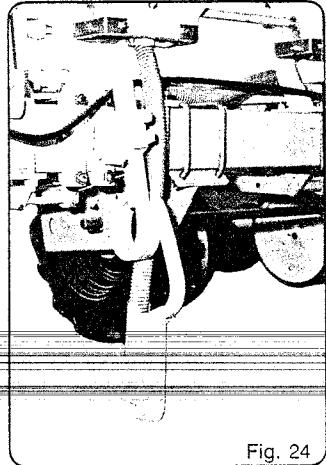
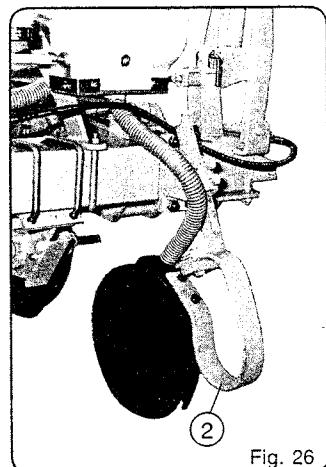

Fig. 24
Fig. 26
— L'engrais doit être déposé entre 6 et 10 cm, sur le côté du rang : il est donc possible (mais non impératif) de placer les supports bottes (fig. 24) ou disques (fig. 26) en contre-bride des éléments semeurs. Seuls les 2 rangs intérieurs ne peuvent pas toujours être montés de cette façon à cause des brides d'attelage. La moitié des sabots livrés étant déportés à droite et l'autre moitié à gauche, il est cependant possible de les positionner à un endroit convenable.
— Attention : avec la mise en terre par doubles disques (fig. 26) sur semoirs portés, les roues du tracteur utilisé doivent être parfaitement au centre des interrangs sinon les lames ressorts ② risquent de toucher aux pneus lors des relevages.
The fertilizer should be between 6 and 10 cm (2" and 4") on the side of the row. Counter clamp the hopper supports (fig. 24) or discs (fig. 26) to the planter metering units. The two inner rows can not always be mounted in this manner because of the hitch brackets. As half the fertilizer knives are off set to the left and the other half off set to the right, it is always possible to position them in a suitable manner.
Note: With double disc openers (fig. 26) on mounted planters, the wheels of the tractor used must be perfectly centered on the interrows or else the spring leaves ② must come in contact with the tires during lifting.